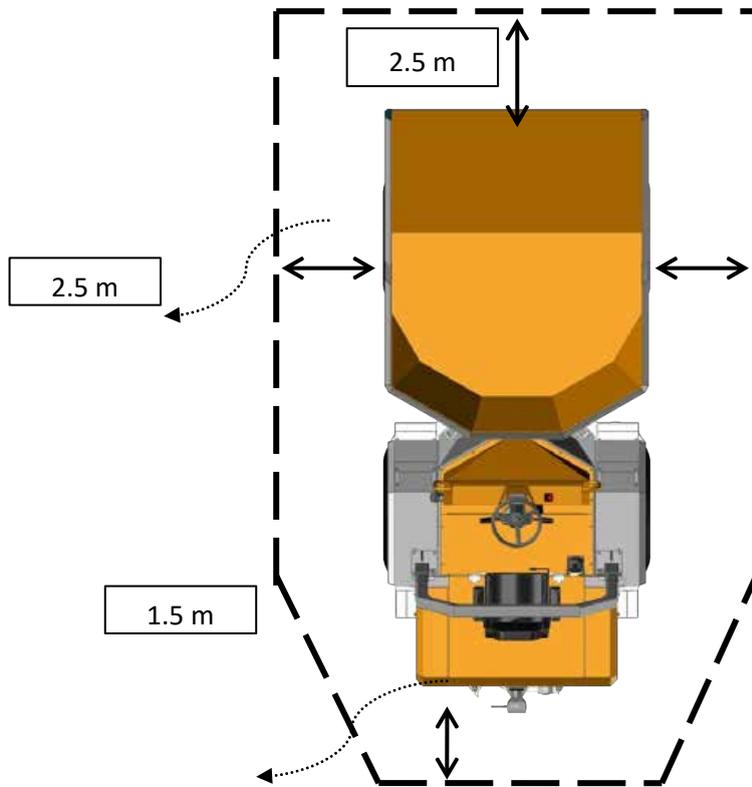

Figure 24 : Zone de danger
- Arrêtez immédiatement le véhicule si quelqu'un pénètre dans la zone de danger (figure 24).